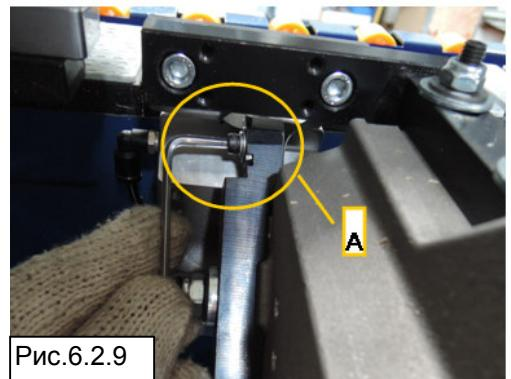
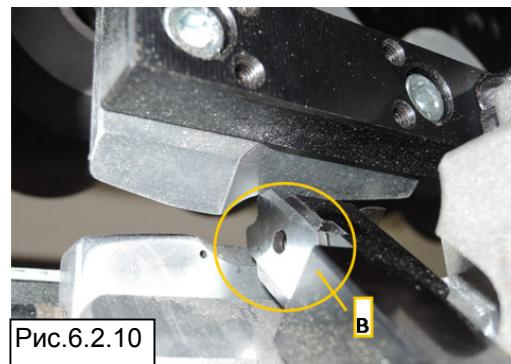

Рис.6.2.9
Рис.6.2.10
2. Ослабьте винт А (Рис. 6.2.9) и снимите 2 шайбы, затем с помощью шестигранного ключа выколопите циклю В (Рис. 6.2.10).